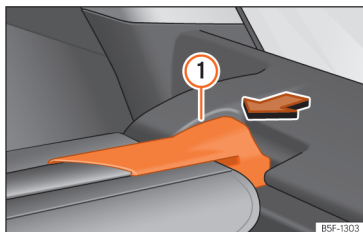

Fig. 185 Na bagageira: desmontar a chapeleira.
- Pressione o suporte da chapeleira »» **Fig. 185** ① no sentido da seta.
- Encaixe o suporte da chapeleira »» **Fig. 185** ① no alojamento do outro lado.